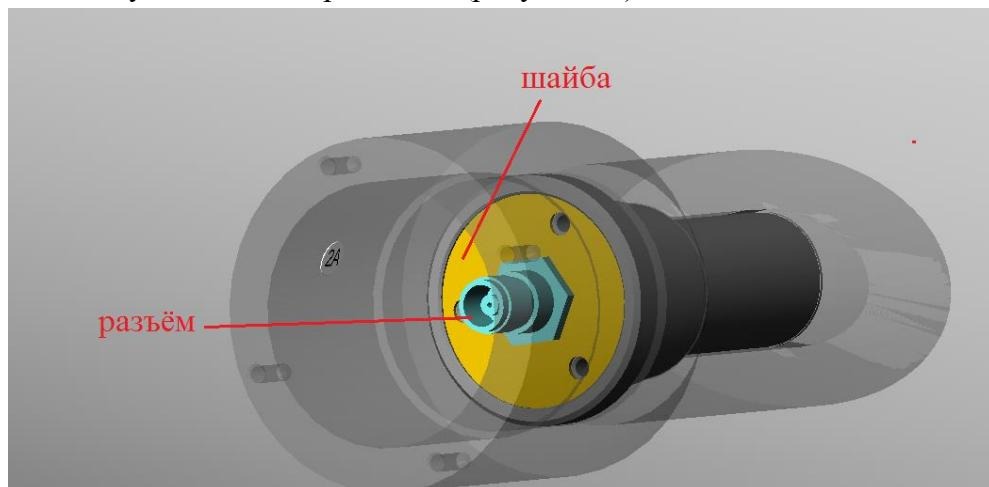

Рисунок 51 – Шайба сенсора с разъемом
4.2.2.8 Снять шайбу совместно с разъёмом (рисунок 51)